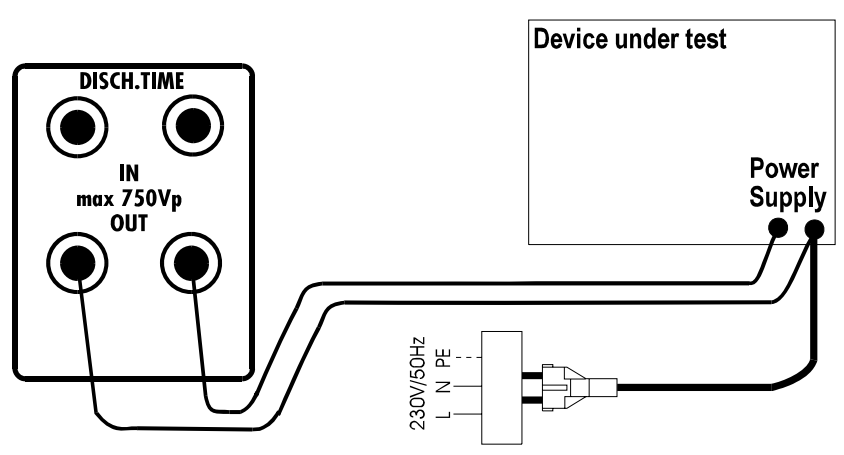

Fig.13: Discharging time measurement on the power plug.
1. Forbind HT 4050 til objektet som vist i fig. 13.